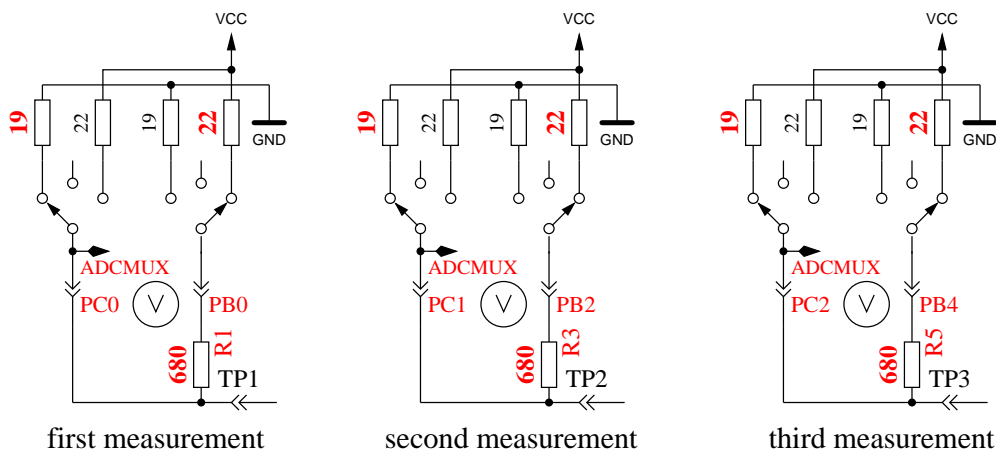

Рис. 5.63. Измерение внутреннего сопротивления порта С подключением выходных контактов к GND
8. **Измерение внутреннего сопротивления порта подключением выходных контактов к GND.** Этот и следующие тесты будут проведены, если выбрана опция AUTO_CAL. Внутреннее сопротивление порта C с выходами, подключенными к GND, измеряется по току через подключенные к VCC (+5 V) резисторы $680\ \Omega$, смотри рисунок 5.63. Могут быть измерены только три вывода порта АЦП. Внутреннее сопротивление портов В (PB0, PB2 и PB4) не может быть измерено без изменения аппаратных средств. Будем считать, что внутреннее сопротивление порта для различных портов практически одинаково. Величина сопротивления будет определена в следующем тесте.